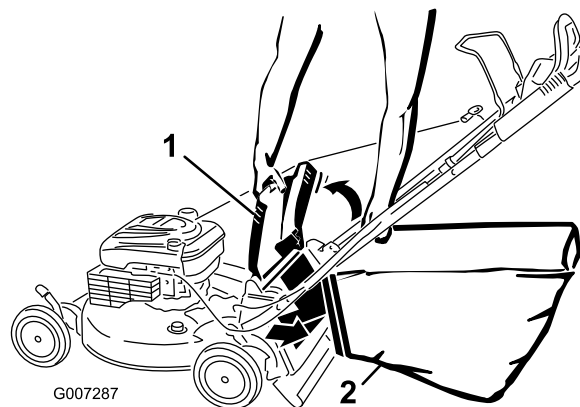

Bild 31
4. Hängen Sie die obere Vorderkante des Korb an die Laschen (Bild 31).